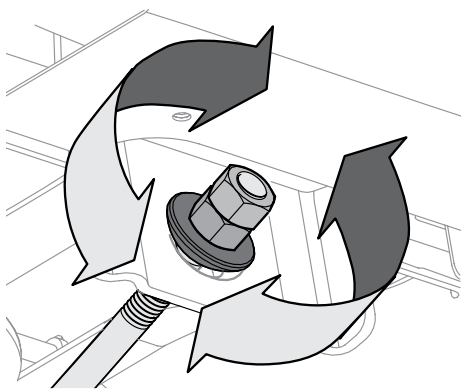

Figura 4-5
4. Para *levantar* a dianteira do deck, afrouxe a contra-porca e em seguida aperte (atarraxe para dentro) a porca inferior contra o suporte de ancoragem dianteiro. Consulte Figura 4-5. Uma vez obtido o ajuste correto, reaperte a contra-porca para 25-30 pés/lbs.
5. Para *abaixar* a dianteira do deck, afrouxe a contra-porca e em seguida afrouxe (desatarraxe) a porca para fora do suporte de ancoragem dianteiro. Consulte Figura 4-5. Uma vez obtido o ajuste correto, reaperte a contra-porca.